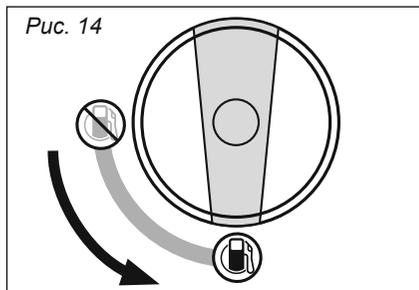

Рис. 14
2. Поверните переключатель подачи топлива в положение «ОТКРЫТО» (рис. 14).